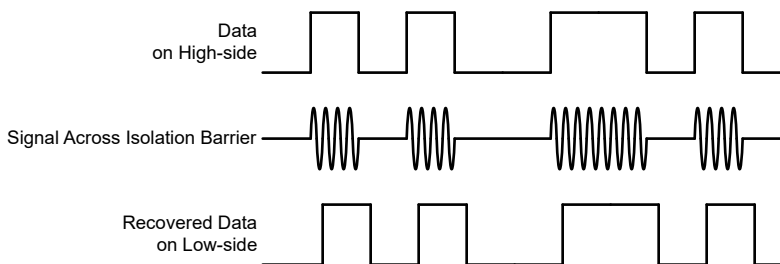

図 7-4. OOK ベースの変調方式
AMC22C11 は、SiO2 ベースの絶縁バリア越しにコンパレータの出力状態を送信するため、図 7-4 に示すオン / オフ・キーイング (OOK) 変調方式を採用しています。「機能ブロック図」に示す送信ドライバ (TX) は、デジタル 1 を表すために内部で生成された高周波キャリアを絶縁バリア越しに送信します。デジタル 0 を表す信号は送られません。